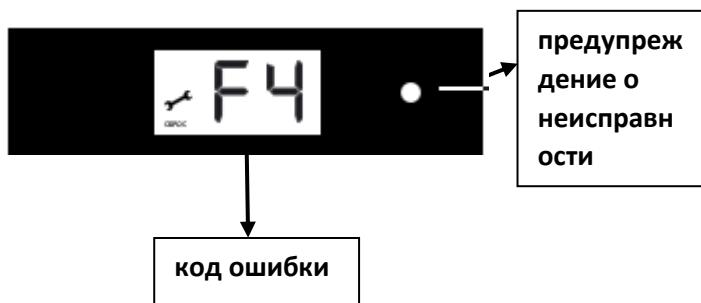

Рисунок 24
- Установите в точке замера давления выходящего газа (φ9 мм) U-манометр (Рисунок 24), После удаления защитного колпачка винта настройки регулятора максимального давления, указанного на Рисунке 24 под номером “2”, для увеличения объема газа, подаваемого в горелку, медленно поверните по часовой стрелке, для уменьшения объема газа - поверните против часовой стрелки.
- Установите в точке замера давления выходящего газа (φ9 мм) U-манометр (Рисунок 24),